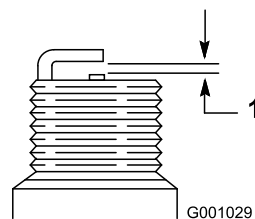

Рисунок 37
4. На новой свече установите зазор между электродами 0,76 мм, как показано на Рисунок 37.